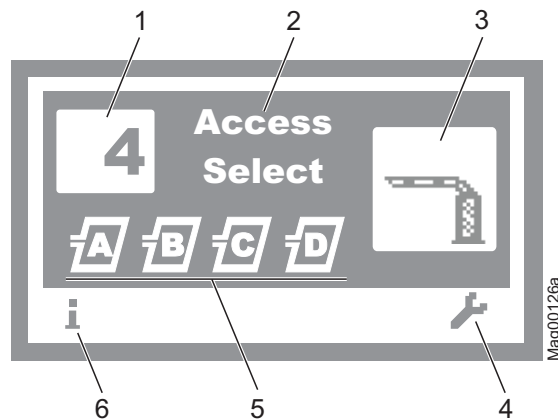

Fig. 48: Eksempel "Driftsvisning"
1. Driftskjermen vises. → Se side 105, Fig. 48.